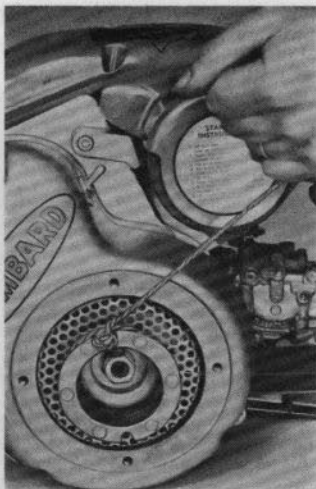

Bild 13
8. *Startanordning.* Om startanordningen ej skulle fungera kan den borttagas från fläktkåpan och motorn startas med hjälp av den kvarsittande startrullen och ett vanligt snöre eller livremmen. Bild 13.